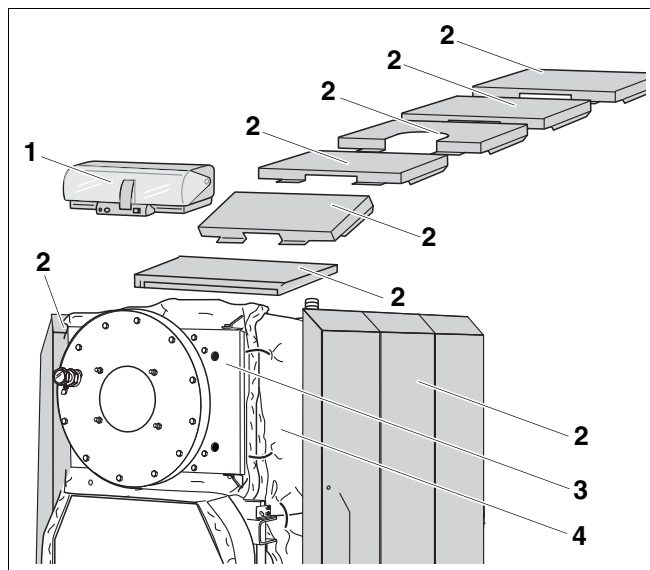

Рис. 1 Конденсационный котёл Logano plus SB735 Gas
Основные части газового конденсационного котла Logano plus SB735 Gas (рис. 1):
- Система управления (дополнительный заказ – рис. 1, [1]). Система управления предназначена для контроля и управления всеми электрическими компонентами газового конденсационного котла.